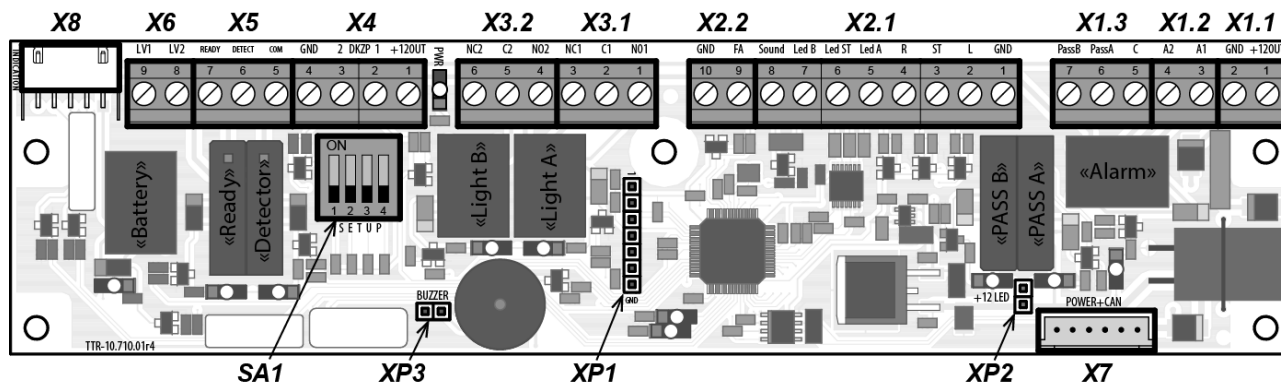

Рисунок 7. Внешний вид платы интерфейса
Общий вид платы интерфейса (10) показан на рис. 7.
Режим управления определяется DIP-переключателем **SA1-1** на плате интерфейса (10). Расположение переключателя показано на рис.7. Положение переключателя **ON** – импульсный режим управления, **OFF** – потенциальный режим управления.